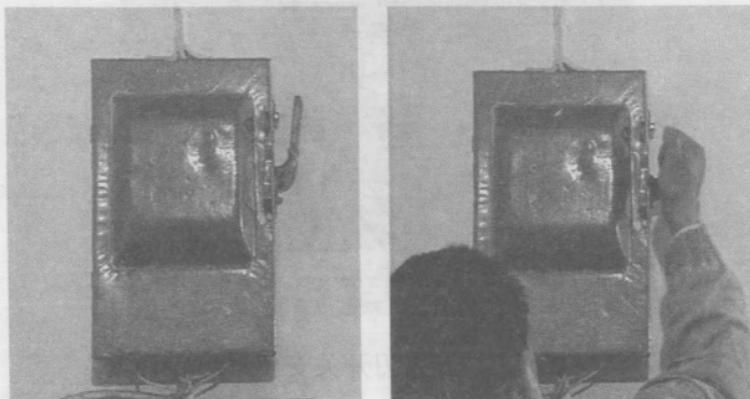

图1-4 铁壳开关的安装
- 2) 铁壳开关必须垂直安装，离地面的高度不低于1.3~1.5m，并以操作方便和安全为原则，如图1-4所示。